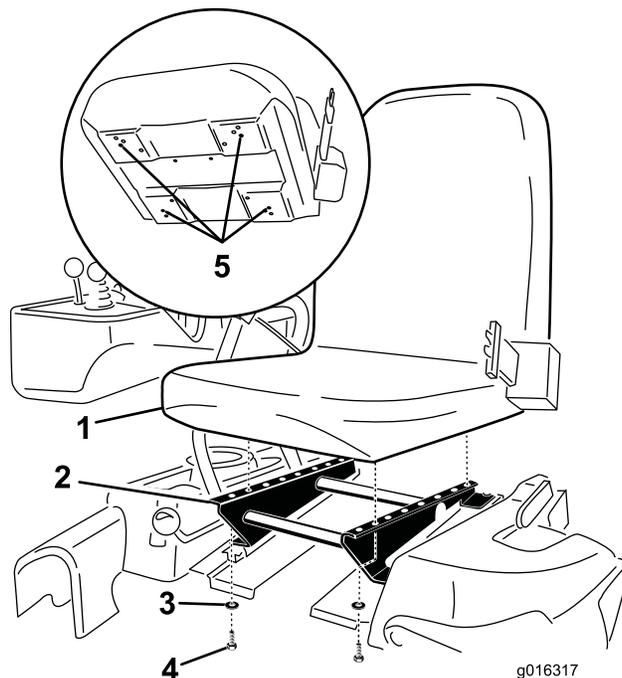

図 4
3. 先ほど外したボルト(4本)とワッシャを使って運転席をシートベースに取り付ける(図4)。